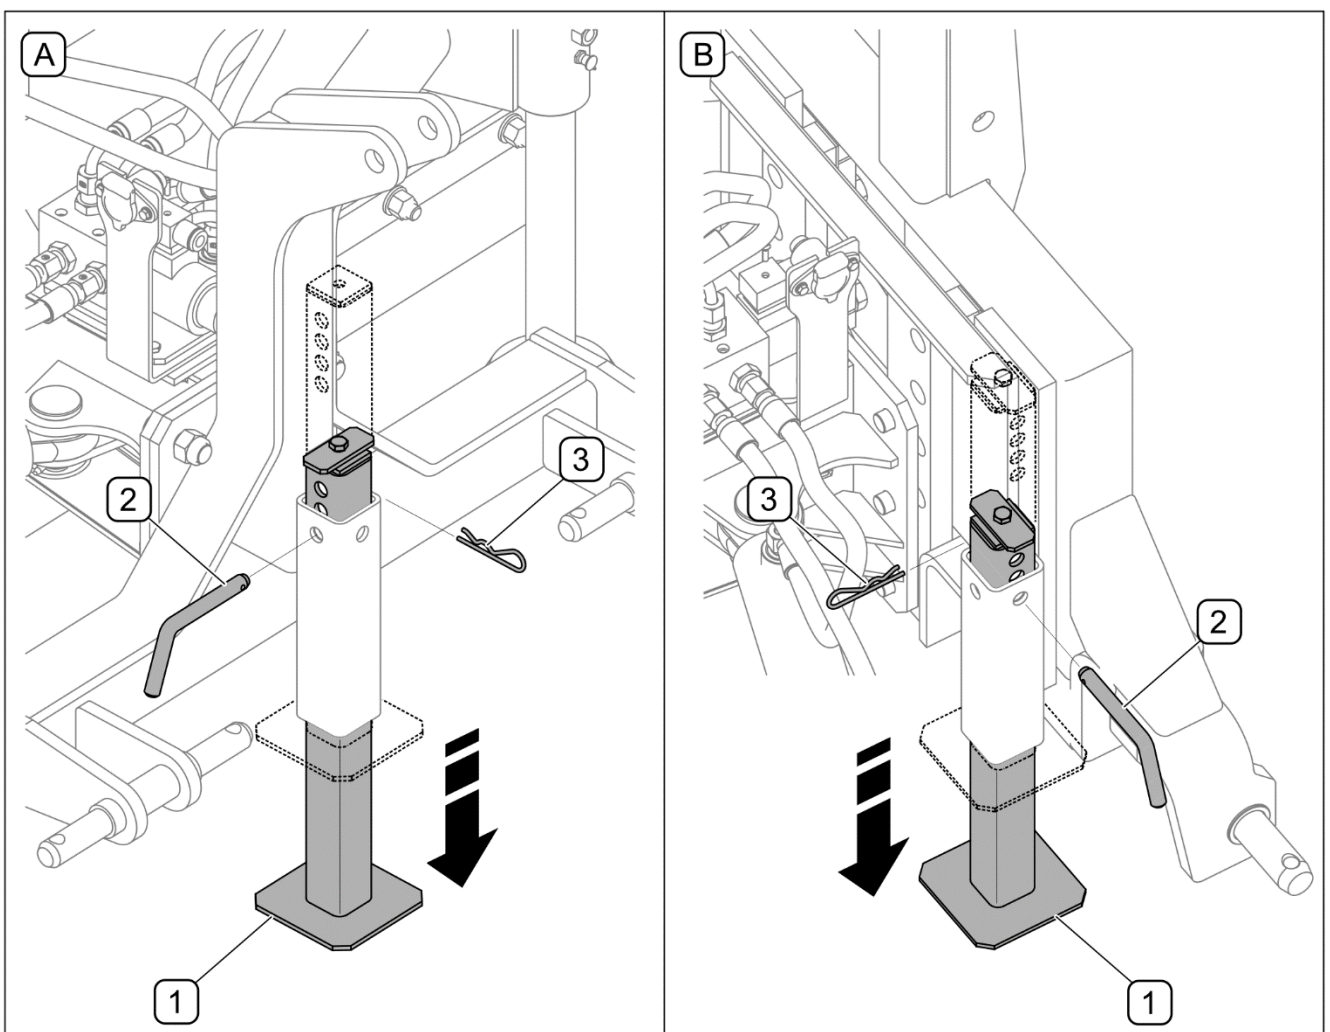

ABBILDUNG 4.10 Herablassen des Stützfußes
- Bei angehobenem Pflug den Sicherungssplint (3) und den Stift (2) (ABBILDUNG 4.10) herausziehen.
- Den Stützfuß (1) senken und mit dem Stift (2) und Splint (3) sichern.